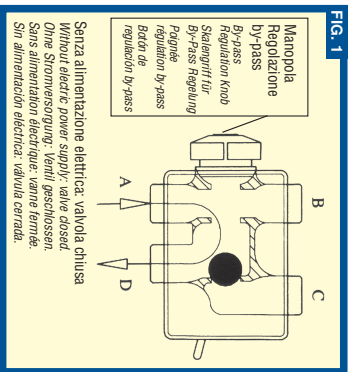
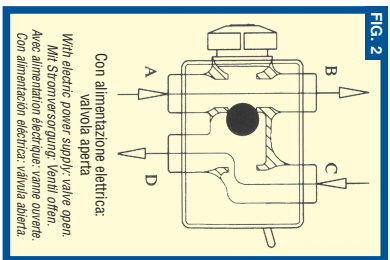
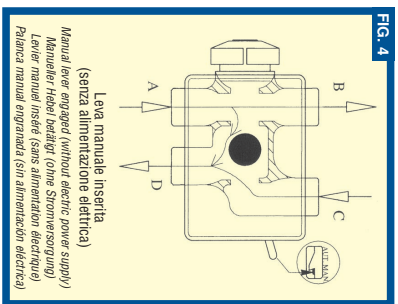

FIG. 1
FIG. 2
FIG. 4
La valvola SF 415 è una valvola a 4 vie per circuiti idraulici. Si distingue per la sua compattezza e può essere usata negli impianti di riscaldamento oppure come elemento di attivazione delle batterie scambianti nelle unità terminali degli impianti di condizionamento dell'aria. Sono azionate da un motorino elettrico e possono assumere due posizioni di funzionamento a seconda che quest'ultimo sia alimentato (Fig. 2) o no (Fig. 1). Su richiesta può essere montato un interruttore ausiliario che viene azionato durante la commutazione della valvola. Le valvole sono dotate di una leva esterna per il posizionamento manuale dell'otturatore in posizione centrale (Fig. 4). Inoltre hanno un by-pass incorporato per l'equilibrio del circuito idraulico a valvola chiusa. La perdita di carico che il by-pass genera può essere regolata con una manopola graduata posta sul fianco della valvola.
**MAIN CHARACTERISTICS** SF 415 valves are 4-way valves for hydraulic circuits. They are outstanding for compactness and can be used in heating systems or as control components in heat exchange coils in the terminal units of air conditioning systems. They are charged by an electric motor and can assume two operating positions depending on whether the motor is activated (Fig. 2) or not (Fig.1). An auxiliary switch can be installed on request and activated when the valve is switched. The valves are furnished with an external lever for manual positioning of the shut-off ball in a central position (Fig. 4). They also have a built-in by-pass to balance the hydraulic circuit when the valve is closed. The load loss generated by the by-pass can be regulated using a graduated knob placed on the side of the valve.
**HAUPTMERKMALE** Das Ventil SF 415 ist ein 4-Wege-Ventil für Hydraulikkreisläufe. Es handelt sich um ein sehr kompaktes Bauteil, das in Heizanlagen oder aber zur Aktivierung der Wärmetauscherbatterien in Klimaanlage verwendet werden kann. Die Ventile werden durch einen Synchronmotor gesteuert und können zwei Stellungen einnehmen, je nach dem, ob der Motor ein- oder ausgeschaltet wird (Abb. 1 und Abb. 2). Auf Wunsch kann ein Hilfsschalter montiert werden, der beim Umschalten des Ventils betätigt wird. Die Ventile verfügen über einen externen Hebel, mit dem der Schieber manuell in die zentrale Stellung gebracht werden kann (Abb. 4). In den Ventilen ist außerdem ein Bypass integriert, der das Gleichgewicht des Hydraulikkreislaufs bei geschlossenem Ventil gewährleistet. Der durch den Bypass erzeugte Strömungsverlust kann mit einem seitlich am Ventil angebrachten Skalengriff geregelt werden.
**CARACTÉRISTIQUES PRINCIPALES** La vanne SF 415 est une vanne à 4 voies pour circuits hydrauliques. Elle se distingue grâce à sa compacité et peut être utilisée dans les installations de chauffage ou comme élément d'activation des batteries d'échange thermique dans les unités terminales des installations de conditionnement de l'air. Les vannes sont actionnées par un moteur électrique et peuvent prendre deux positions de fonctionnement selon si ce dernier a été activé (Fig.2) ou non (Fig.1). À la demande, il est possible de monter un interrupteur auxiliaire qui est actionné pendant la commutation de la vanne. Les vannes sont équipées d'un levier extérieur pour le positionnement manuel de l'obturateur sur la position centrale (Fig.4). En outre, elles sont pourvues de by-pass incorporé pour l'équilibre du circuit hydraulique à vanne fermée. La perte de charge que le by-pass produit peut être réglé à l'aide d'une poignée graduée placée sur le côté de la vanne.
**CARACTERÍSTICAS PRINCIPALES** La válvula SF 415 es una válvula de 4 vías para circuitos hidráulicos. Se distingue por su compacidad y puede ser usada en las instalaciones de calefacción o bien como elemento de activación de las baterías inter-cambiantes en las unidades terminales de las instalaciones de acondicionamiento de aire. Son accionadas por un motor eléctrico y pueden asumir dos posiciones de funcionamiento dependiendo si éste está alimentado (Fig. 2) o no (Fig.1). Bajo pedido puede montarse un interruptor auxiliar que es accionado durante la commutación de la válvula. Las válvulas están dotadas de una palanca externa para la colocación manual del obturador en posición central (Fig. 4). Además llevan incorporado un by-pass para el equilibrio del circuito hidráulico con válvula cerrada. La pérdida de carga que el by-pass genera puede ser regulada con un botón graduado colocado en el costado de la válvula.
**USO DELLA LEVA MANUALE** Sul fianco del servomotore si trova una leva che consente di posizionare manualmente l'attuatore in una posizione intermedia (Fig. 4). Questo risulta utile nelle fasi di svuotamento, di caricamento dell'impianto e nei casi di emergenza. Il ritorno della leva da manuale ad automatico, avviene automaticamente qualora la valvola viene attivata con l'alimentazione elettrica.
**USING THE MANUAL LEVER** A lever is located on the side of the servomotor and permits manual positioning of the shut-off ball in an intermediate position (Fig. 4). It is only used in emergencies. Release the lever after it is used and before starting with electrical operation again. The lever reset, from manual to automatic, takes place automatically whenever the valve is activated by electricity.
**BEWUZZUNG DES MANUELLEN HEBELS** Seitlich am Stellmotor befindet sich ein Hebel, mit dem der Schieber manuell in die Mittelstellung gebracht werden kann (Abb. 4). Dieser Hebel wird nur in Notfällen benutzt. Nach Beendigung des Hebelns muß dieser gelöst werden, bevor der elektrische Betrieb wiederaufgenommen wird. Die Rückstellung des Hebels von manuell auf automatisch erfolgt automatisch, sobald das Ventil bei Stromversorgung aktiviert wird.
**UTILISATION DU LEVIER MANUEL** Sur le côté du servomoteur, se trouve un levier qui permet de positionner manuellement l'obturateur dans une position intermédiaire (Fig. 4). Ceci devient utile lors des phases de vidange, de chargement, de l'installation et en cas d'urgence. Le réarmement du levier du fonctionnement normal à celui automatique a lieu automatiquement si la vanne est mise en route grâce à l'alimentation électrique.
**USO DE LA PALANCA MANUAL** En el costado del servomotor se encuentra una palanca que permite colocar manualmente el obturador en una posición intermedia (Fig. 4). Esto resulta útil en las fases de vaciado, de carga de la instalación y en los casos de emergencia. El rearme de la palanca de manual a automático, se produce automáticamente cuando la válvula es activada con la alimentación eléctrica.